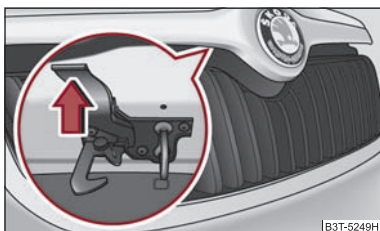

Abb. 13 Kühlergrill: Sicherungshebel
- Ziehen Sie den Sicherungshebel ⇒ Abb. 13, die Motorraumklappe wird entriegelt.